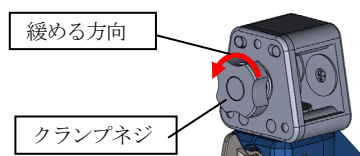

図17
- ・①Ⅱ-4 コンパクトヘッドホルダーⅡのクランプネジを緩める場合、操作に抵抗を感じた時点で操作を止めてください(図17)。クランプネジには部品が外れないよう加工が施されていますが、クランプネジを緩めすぎるとねじ部の固着による操作不良や、加工部の破壊による部品脱落の恐れがあります。